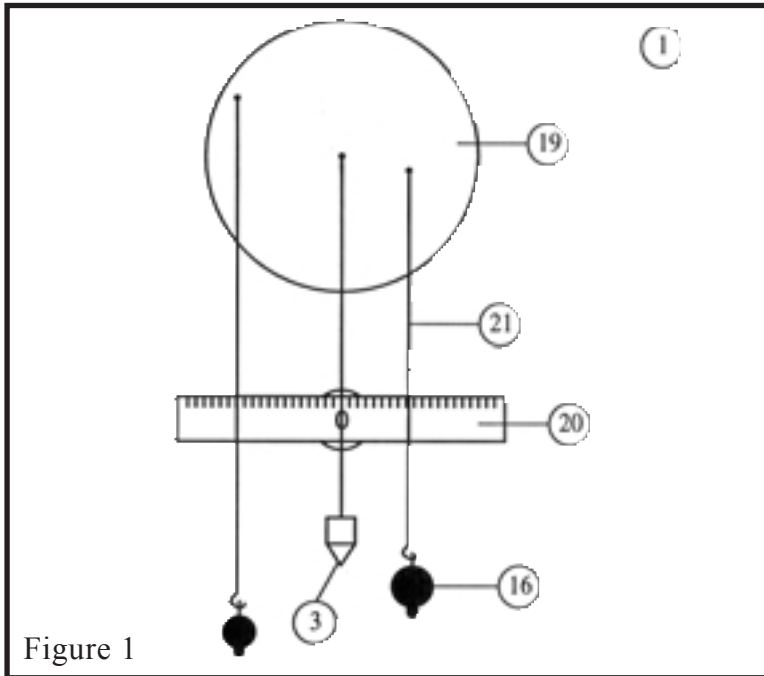

Figure 1
- 1) Je réalise le montage de la fig.1 en utilisant par exemple  $m_1 = 50 \text{ g}$  et  $m_2 = 100 \text{ g}$ .